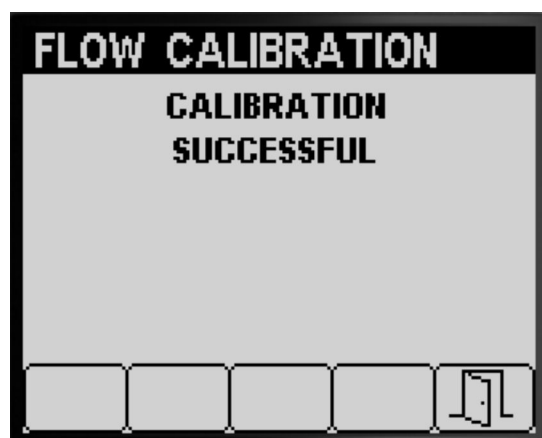
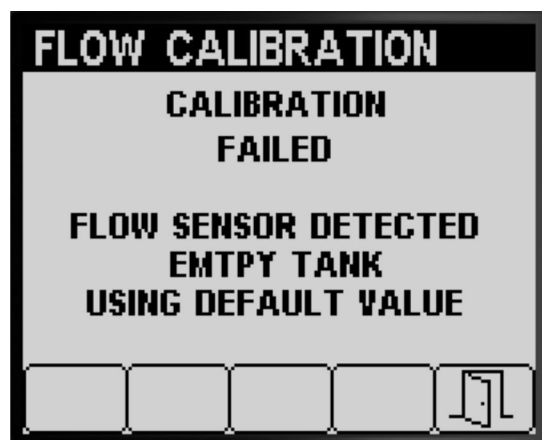

Figura 55
Figura 56
- Compare un messaggio che conferma l'avvenuta taratura della portata (Figura 55).
- Compare un messaggio indicante che la taratura della portata non è riuscita (Figura 56).
3. Premete il pulsante 5 per uscire dalla schermata Taratura della velocità (Figura 55, Figura 56 e Figura 57).